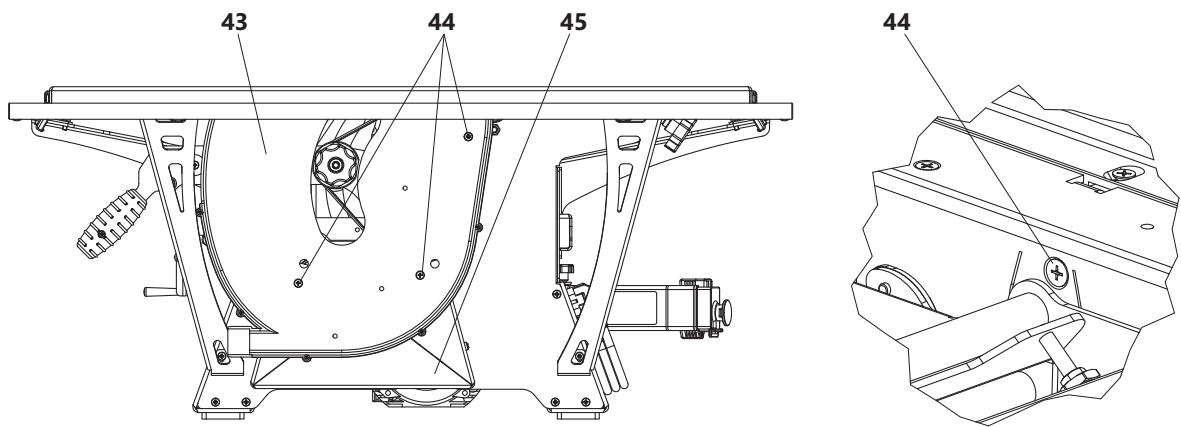

Рис. 25 Демонтаж задней части кожуха пильного диска
- снять заднюю часть кожуха пильного диска 43 (рис. 25), вывернув оставшиеся три винта крепления 44;